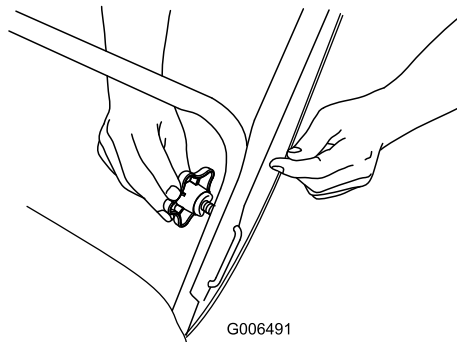

Bild 4
2. Setzen Sie das Ende der U-förmigen Griffsperrung in das offene Loch im Griff ein und ziehen Sie die Griffhandräder fest, bis sie fest sitzen (Bild 4).